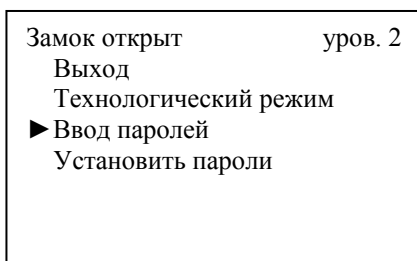

Рис. 8 – Режим «Системное меню»
3.4.5.1 Одновременным нажатием клавиш «1» и «2» из режима «Мгновенные значения» осуществляется переход в особый режим – «Системное меню» (рис. 8). Надпись «Замок открыт» в первой строке означает, что для входа в «Технологический режим» вводить пароли не требуется.